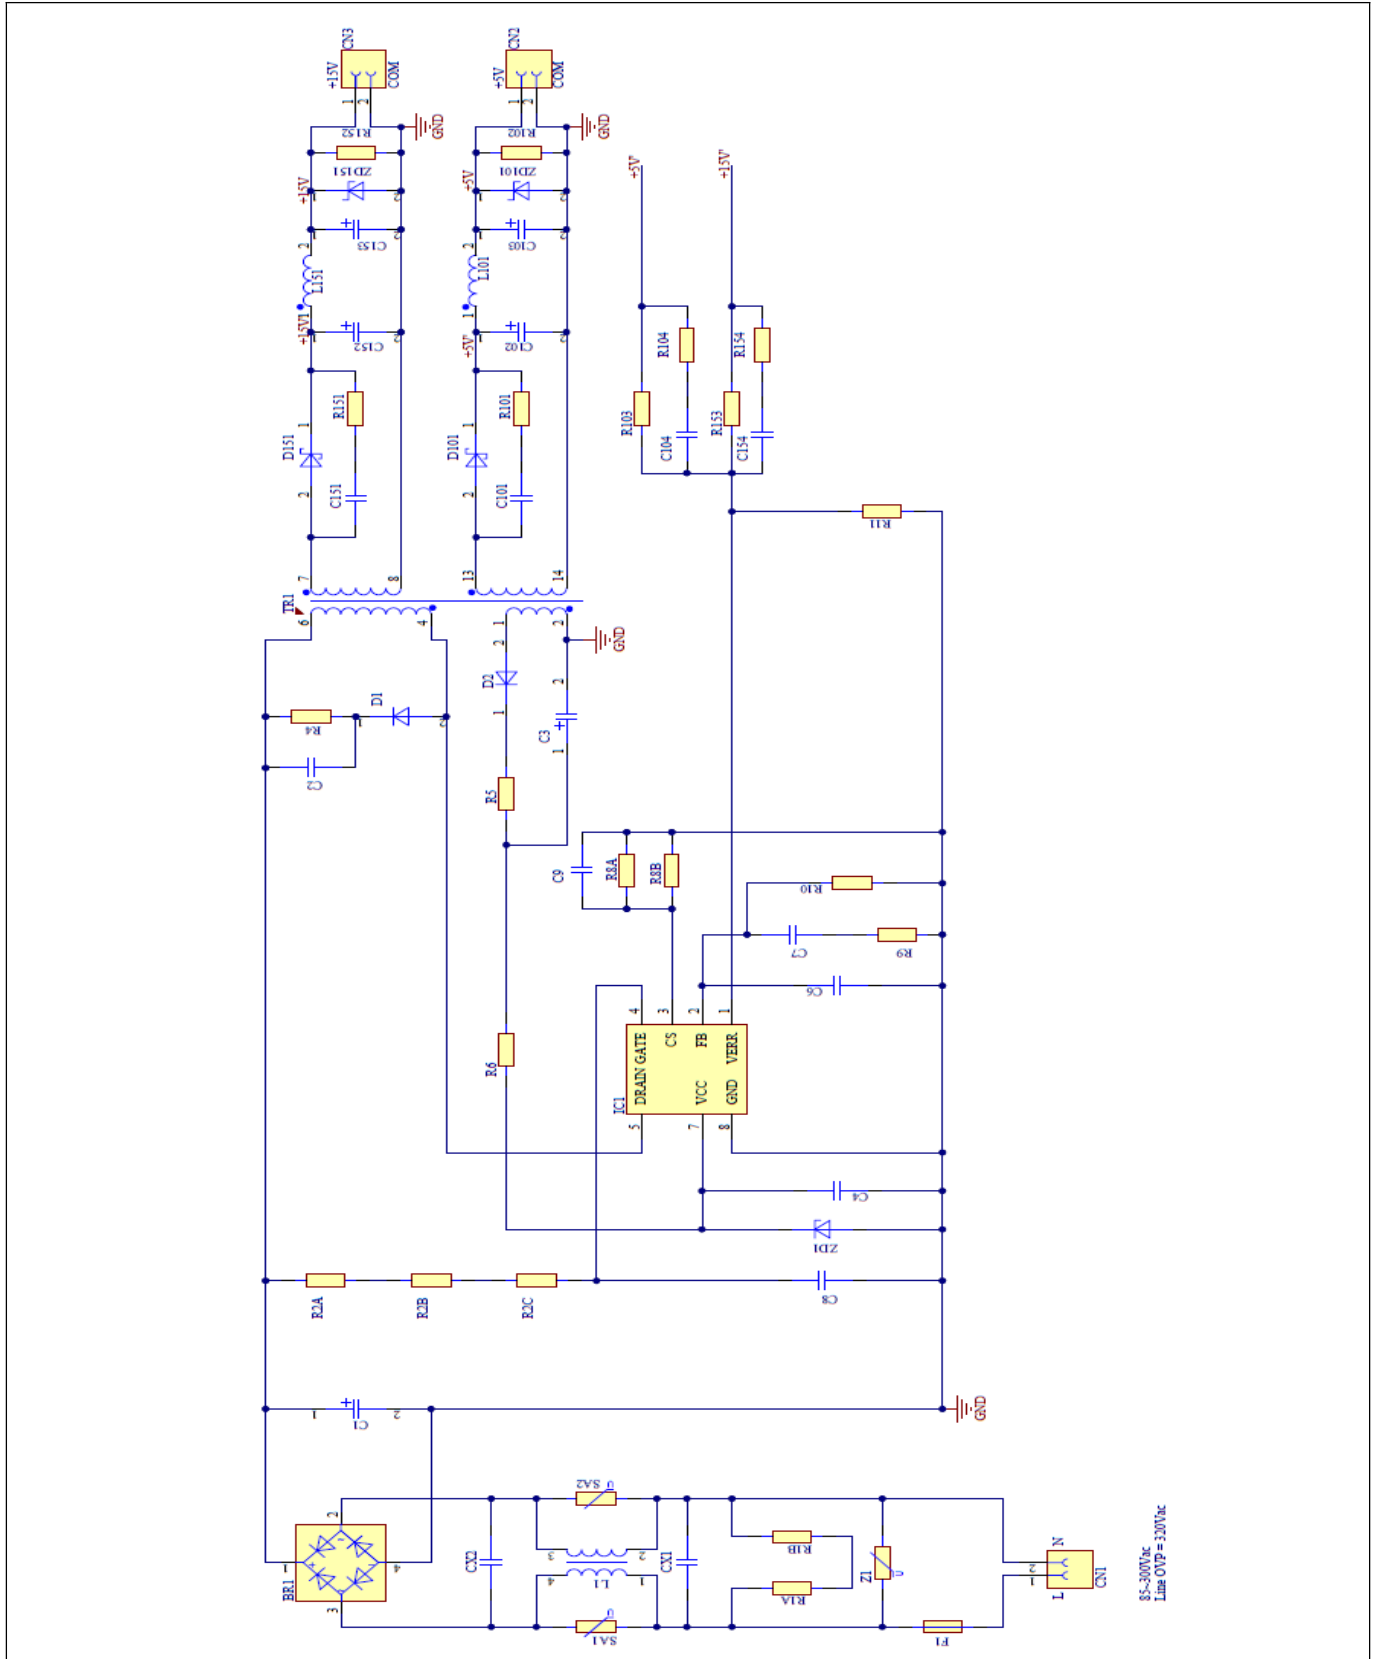

图 20 DEMO_5AR4780BZS_14W1 原理图
在开关模式电源 (SMPS) 中，PCB 布局是实现成功设计的关键。以下是一些相关建议（见图 20）。
- ii. 700/800 V 走线（CoolSET™ IC1 的 DRAIN 引脚[见图 20]）至相邻走线：大于 3 mm。